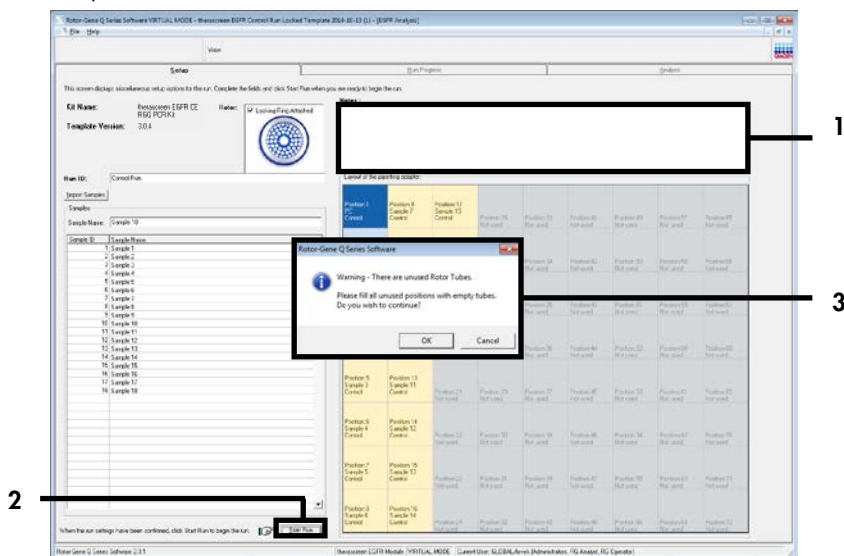

Figura 5. Campo de diálogo “Notes” (Notas) (1), botão “Start Run” (Iniciar execução) (2) e “Warning” (Advertência) das posições não usadas do rotor (3).
16. Quando todos os nomes de amostras tiverem sido inseridos, verifique se eles estão corretos. Caso seja necessário, adicione informações adicionais no campo de diálogo “Notes” (Notas) e, em seguida, clique em “Start Run” (Iniciar execução) (Figura 5).
Nota: se alguma posição do rotor não for usada, será exibida uma “Warning” (Advertência) (Figura 5), para lembrar ao usuário que todas as posições não utilizadas do rotor devem ser ocupadas por tubos vazios tampados. Certifique-se de que todas as posições não usadas do rotor estão ocupadas com tubos vazios tampados, e clique em “OK” para continuar.